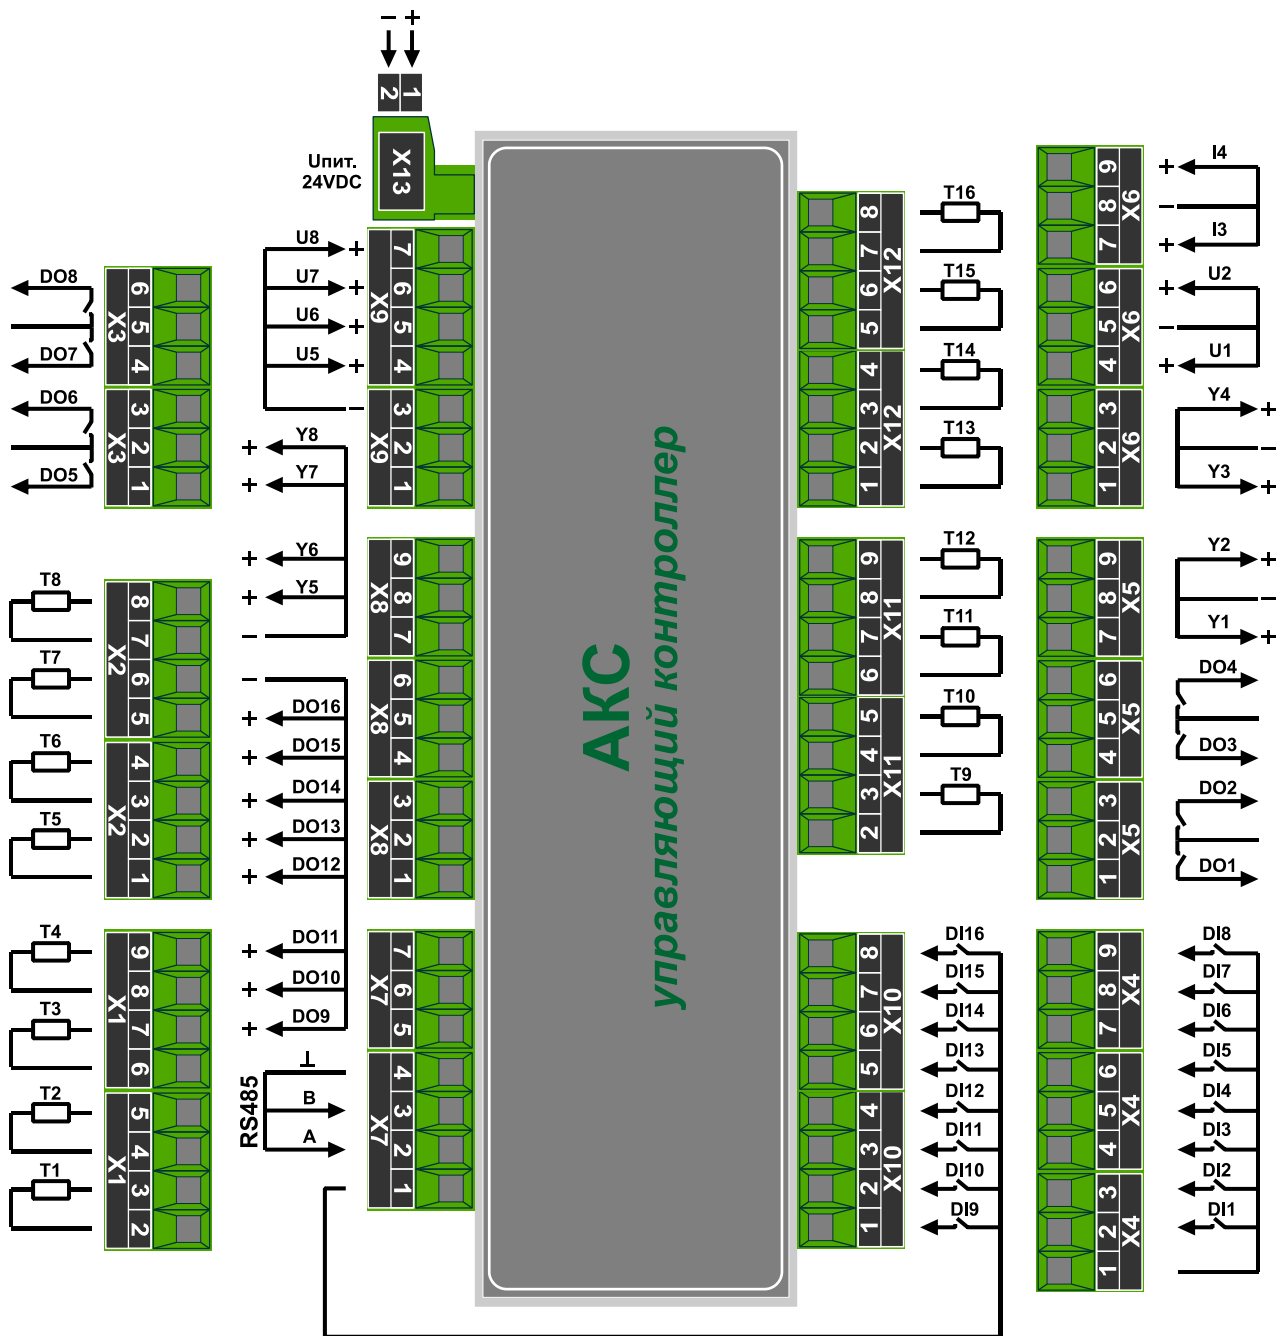

Рис.9.2 – Назначение контактов управляющего контроллера
9.2 Назначение контактов управляющего контроллера приведено на рис. 9.2.